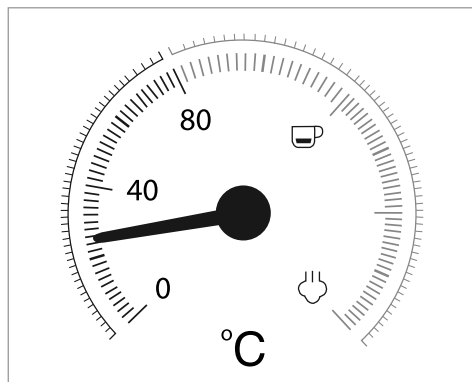

Abb. 1
Die Temperaturanzeige (2) zeigt an, wie hoch das Gerät aufgeheizt hat (Abb. 1).